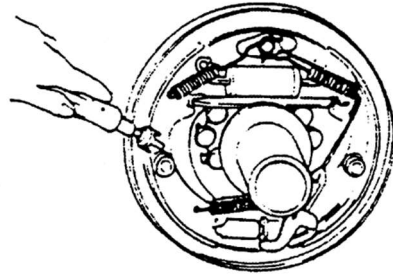

Fig. 9-19
(3) Retire los resortes de sujeción de la zapata principal. (Fig.9-19)